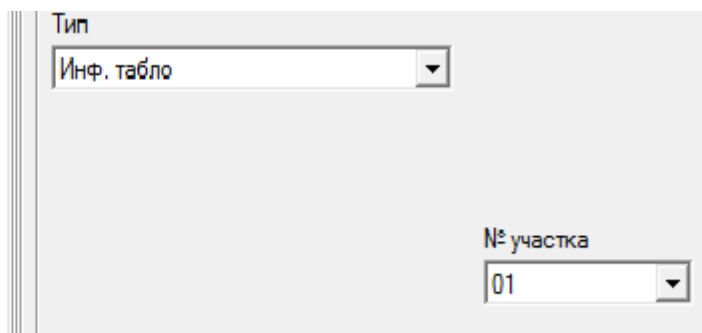

Рисунок 40.
- Добавить устройство «Инф. табло» с введённым номером отображаемого участка (№ участка) в «Дереве объектов» (см. рисунок 40).